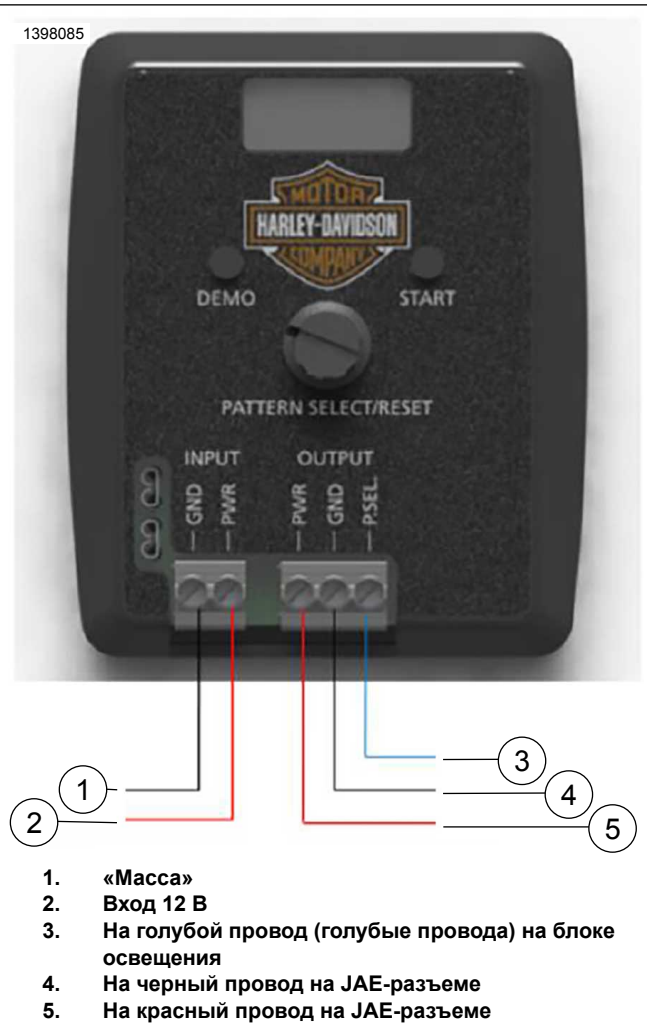

Рисунок 10. Настройка программирования схемы
- См. рис. 10. Подключите источник питания на 12 В к световому PSCP.
- См. рис. 10. Подсоедините элемент освещения к клеммам OUTPUT на PSCP (требуется провод от дилера).